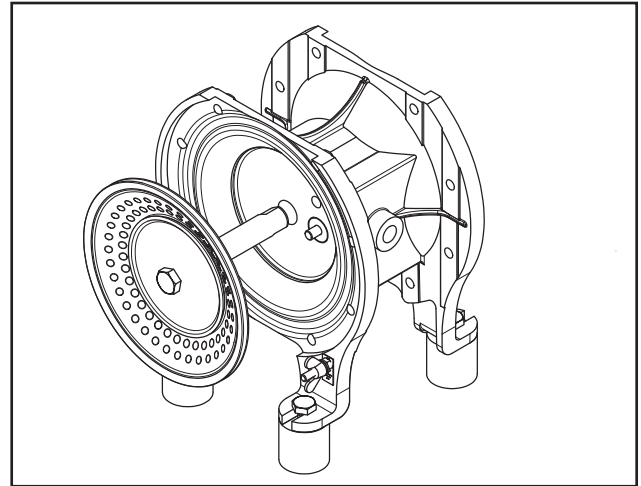

Abb. 21: Herausziehen der Membrane mit Kolbenstange
- äußeren Membranteller lösen und mit der Membrane abnehmen (Abb.10 u. Abb. 21)
siehe auch 5.3.2.3. Abweichend zu Abb. 21 die Membranteller zunächst lösen. Die Kolbenstange separat aus dem Steuerblock entfernen.